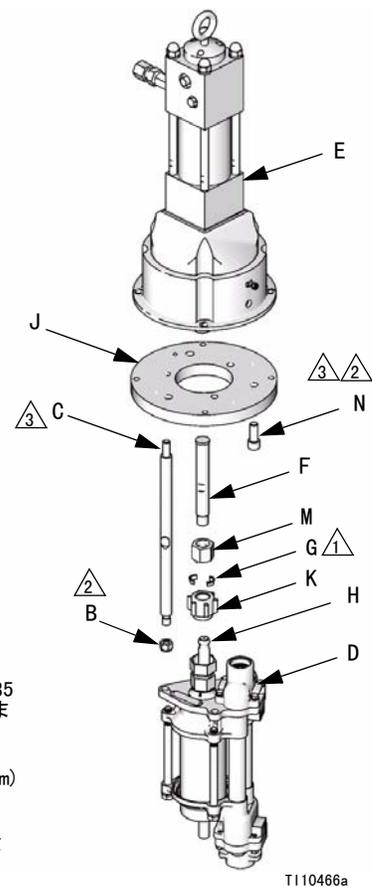

図 6
3. 結合ナット (K) を緩めてカラー (G) を外します。結合ナットをピストンロッド (H) から外します。ロックナット (B) をタイロッド (C) からネジを緩めて外します。下部 (D) をモーター (E) から引き離します。図 5 および図 6 を参照してください。
1. Viscount I Plus ポンプ上でモーター (E) のアダプタ板 (J) を保持しているネジを緩めますが、抜かないでください。図 6 を参照のこと Viscount II ポンプの場合、ネジ (N) をモーター (E) にねじ込み、50-55 ft-lb (68-75 N·m) のトルクを与えます。
2. タイロッド (C) をアダプタ板 (J) にねじ込み、50-55 ft-lb (68-75 N·m) のトルクを与えます。Viscount I Plus ポンプ上で、タイロッドはモーターのベースにあるネジ穴にはめ込まれます。Viscount II ポンプはアダプタ板 (J) にはめ込まれます。
3. モーターシャフトの下端の空洞をグリースで満たします。結合ロッド (F) をモーターシャフトの中に、ピンホールが揃うまでねじ込みます。結合端か